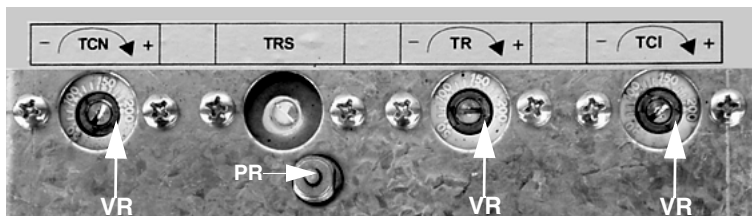

Рис. 24
**TSCN - Разрешительный термостат готовности мазутного топлива (Рис. 24)**
**TRS - Предохранительный термостат сопротивлений (Рис. 24)**
**TR - Термостат сопротивлений (Рис. 24)**
**TCI - Термостат готовности системы к работе (Рис. 24)**